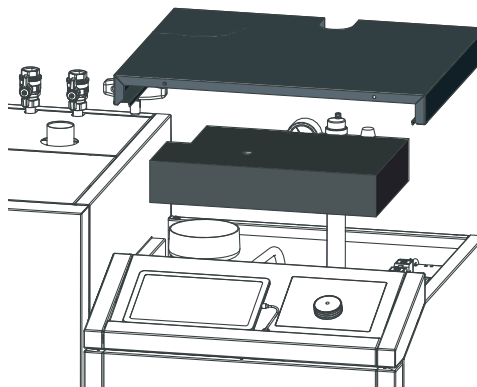

Fig. 72 Rimuovere la copertura superiore e l'isolamento
- ▶ Togliere la copertura in alto e rimuovere l'isolamento sul coperchio delle superfici riscaldanti – Fig. 72.